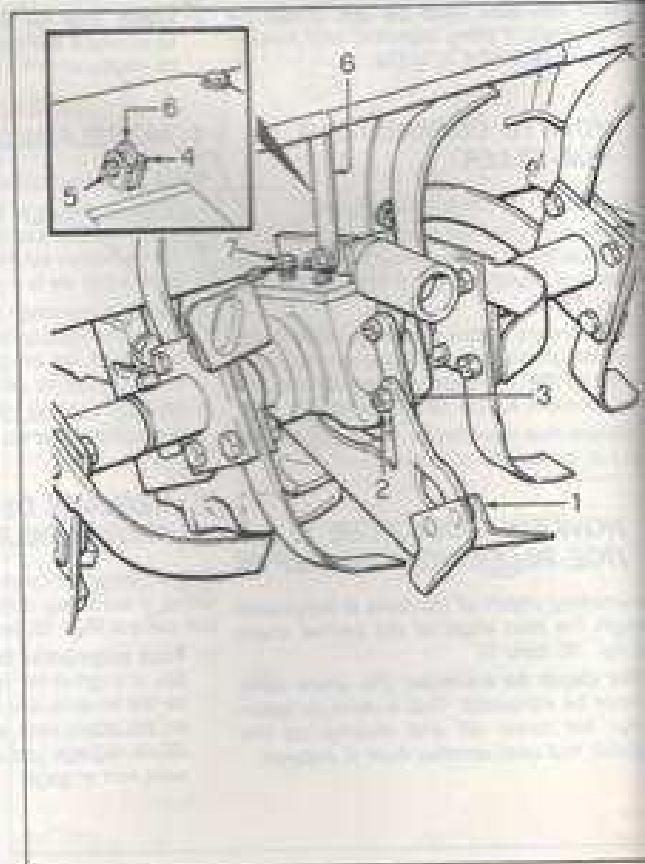

Fig. 18 - Bild 18
Attention — Après avoir modifiée la profondeur de travail des binettes, il faut régler la distance du capot par rapport au sol. Desserrez l'écrou, sortir la vis (15) (figure 18, repère 4) et lever ou baisser le capot jusqu'à ce que les bords latéraux intérieurs se trouvent à 2 ou 3 cm du sol (binettes en position de travail). Bloquer le capot au moyen de la vis (15) et de l'écrou (14) qui sera introduit dans le trou correspondant de la tige de réglage et de support du capot (6).
Die Mutter (Bild 18, Detail A) lösen und die Schraube (5) entfernen. Die Haube hebt oder senkt bis ihre seitlichen unteren Bergkanten 2-3 cm über dem Boden stehen (die Hocken müssen in Hockenstellung sein). Die Haube wieder durch Einführen der Schraube (5) mit der Mutter (4) im betreffenden Loch der Regel-und-Stützstange (6) blockieren.
The working depth of the hoes is adjustable through the lead angle of the central share (see fig. 18, item 11).
- *For depth to increase: the share slant need be increased. This is done by taking out set screw (2) and moving up the guide rod until another hole is entered.*
Pour régler la profondeur de travail des bênettes, il y aura lieu d'agir sur l'inclinaison du soc central (fig. 18, rep. 11).
- *Zur Einstellung der Arbeitstiefe der Hacken muss man auf die Neigung der Zentralschar wirken (siehe Bild 18, Detail 11).*